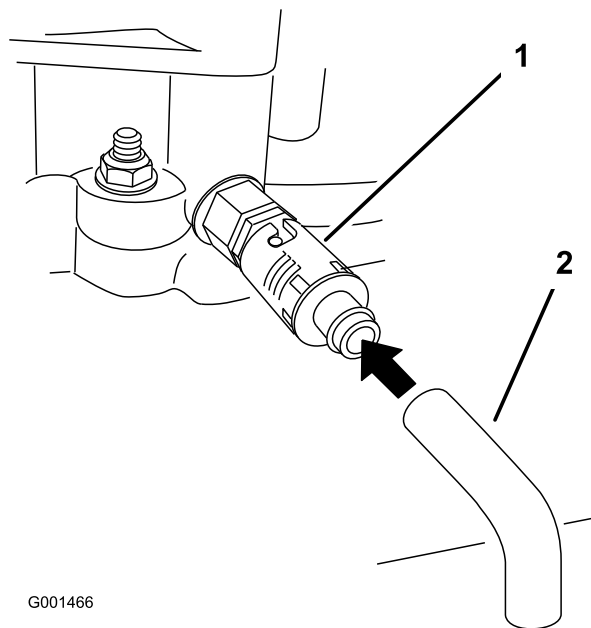

Figure 24
6. Placez un bac sous le flexible de vidange. Tournez le robinet de vidange d'huile pour permettre à l'huile de s'écouler (Figure 24).
8. Enlevez le flexible de vidange (Figure 24).